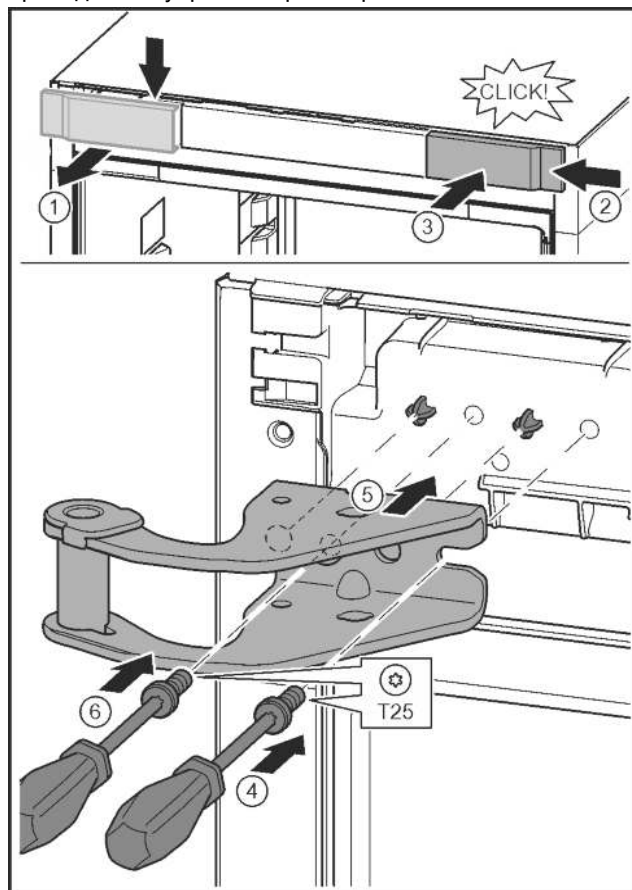

Fig. 14
- ▶ Отпустить крышку и снять скобу. Fig. 14 (1)
- ▶ Навесить крышку, повернув ее на 180°, справа с другой стороны. Fig. 14 (2)
- ▶ Крышку зафиксировать. Fig. 14 (3)
- ▶ Установить винт отверткой T25. Fig. 14 (4)
- ▶ Установить верхний опорный кронштейн. Fig. 14 (5)
- ▶ Затянуть винт. Fig. 14 (4)
- ▶ Вставить и затянуть винт отверткой T25. Fig. 14 (6)